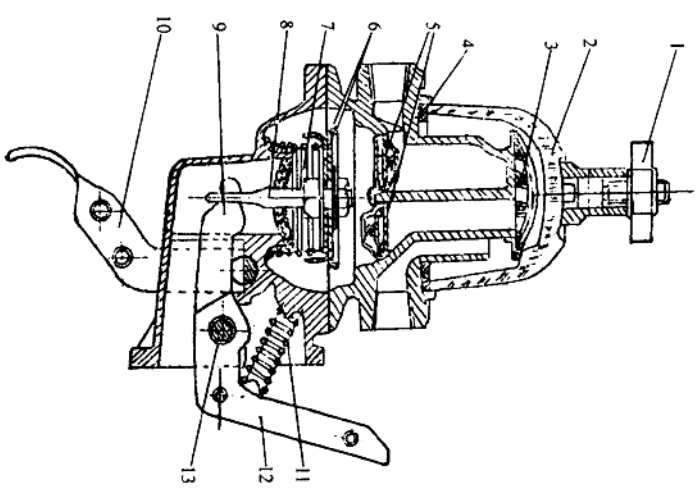

图 1-3 虚线 x 表示出油管堵塞
2. (图 1-3) 油箱堵塞，油管碰瘪，汽油箱的出油管堵塞或脱焊、裂缝。